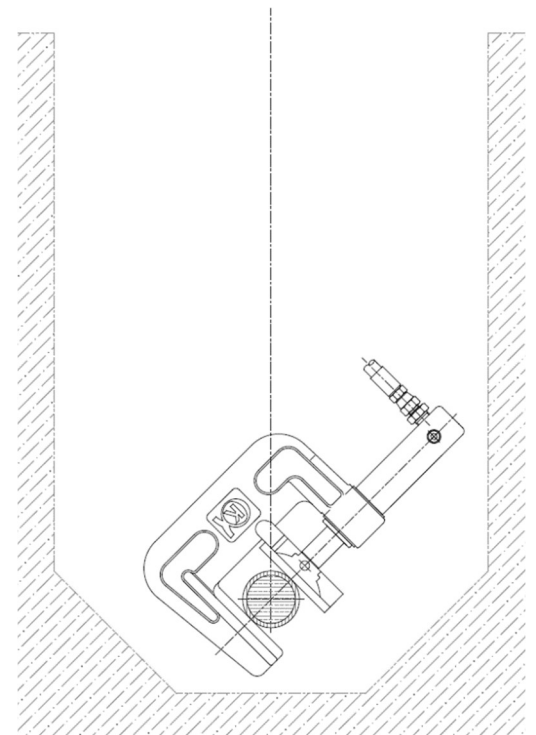

図. C-3
4. 3.の位置をフレームを手で押さえて維持しながら、もう片方の手でハンドルを操作して、管を適度な状態に復元します。(図. C-3)